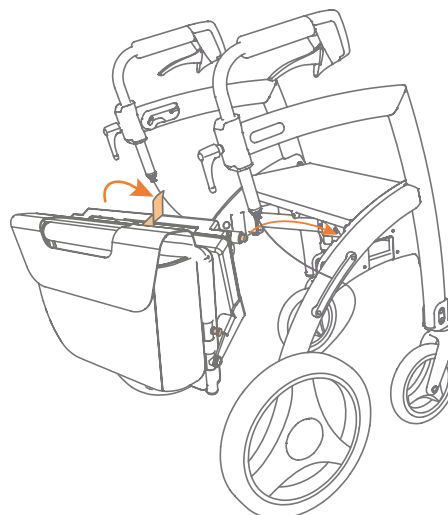

Figure 30: Fixer le kit chaise roulante.
- a.** Prenez le kit chaise roulante et tenez le sac dirigé vers vous (**Figure 30**).